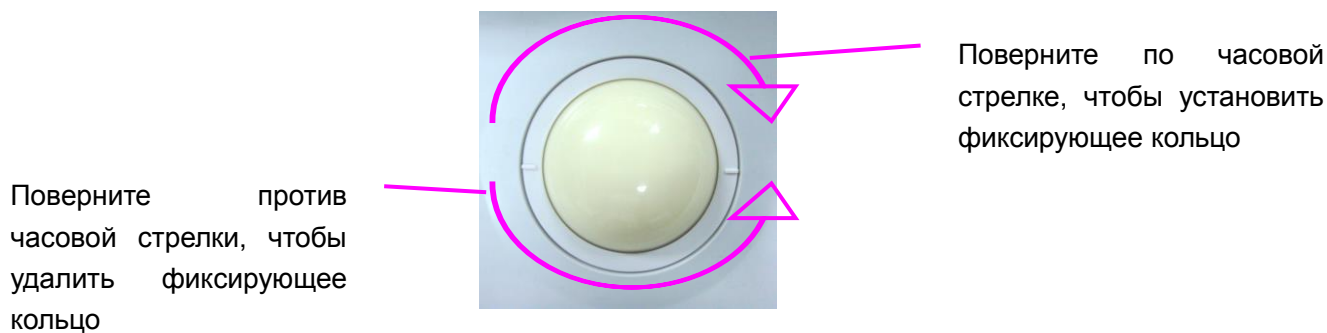

Рис. 15-1 Сборка и Разборка Трекбола
2. Снимите трекбол, как показано на Рис. 15-1.